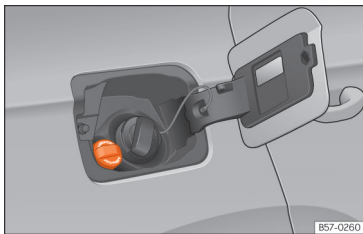

Fig. 208 Tapón de la boca de llenado del depósito de AdBlue®.
- Abra la tapa del depósito >>> **fig. 208**.
- Gire el tapón de cierre de la boca de llenado de SCR hacia la izquierda >>> **fig. 208**.